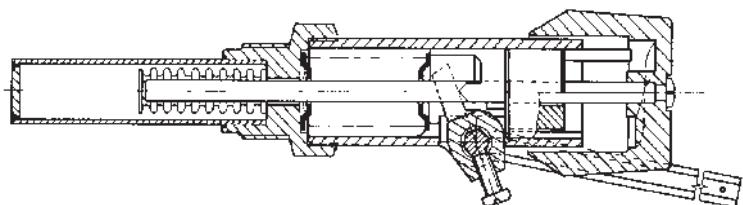

Fig. 7
4.6.1 Regolatore "THERMOMAT RT-C" (fig. 7)
Il regolatore "Thermomat" è dotato di manopola in resina termoindurente con campo di regolazione da 30 a 100 °C (fig. 7). Avitare il regolatore in posizione verticale sul foro 3/4" della testata anteriore con la sede della leva della catenella verso il fronte della caldaia. La leva con catenella deve essere introdotta nel supporto del regolatore dopo aver montato il mantello ed aver tolto il fermo di plastica. Se si sfila lo snodo che fissa la leva con catenella fare attenzione a rimontarlo nella medesima posizione. Dopo aver posizionato la manopola su 60°C bloccare la leva con catenella in posizione leggermente inclinata verso il basso in modo che la catenella venga a trovarsi in asse con l'attacco della serranda aria. Per la regolazione del "Thermomat", che consiste essenzialmente nella determinazione della lunghezza della catenella, procedere nel seguente modo: